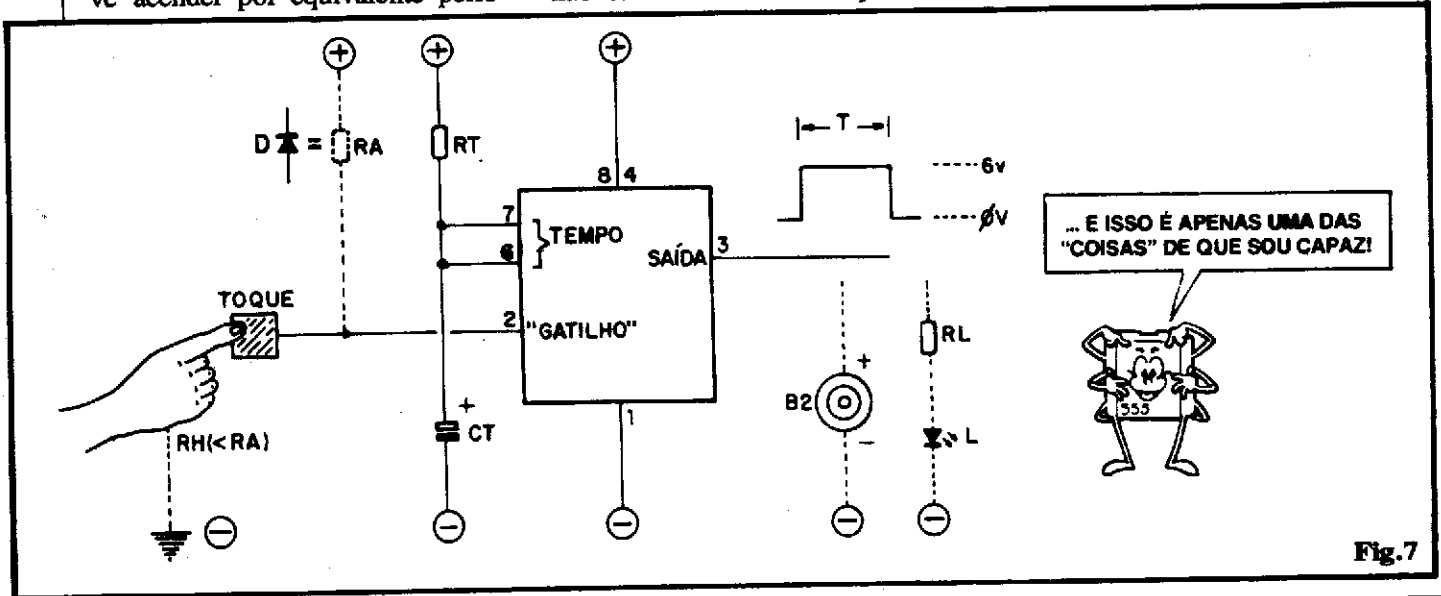

Fig. 7
- FIG. 7 - O circuito, como funciona (Antecipação Teórica) - No já estabelecido sistema de diagramar o circuito em blocos funcionais simplificados (quem acompanha a Seção PRÁTICA, já está acostumado...), vamos analisar tecnicamente o funcionamento do arranjo, aproveitando para fazer uma pequena "antecipação" das amplas possibilidades do versátil Integrado 555 (que merecerá, num futuro próximo, uma "Aula" só pra ele...!). O 555 é, basicamente, um bloco (formado internamente por uma "pá" de transístores...) inventado para trabalhar como temporizador de precisão, cujo disparo se dá pelo pino 2 ("gatilho"), pela momentânea "negativação" ou "abaixamento" da Tensão aplicada a tal controle (que deve, em "espera", permanecer "positivado"...). A saída do Integrado temporizador é recolhida no seu pino 3, que, normalmente (em stand by) mostra nível de Tensão baixo (próximo a "zero volt" ou sob o potencial do negativo da alimentação...), mas, quando "disparado", durante o tempo "T" fica "alto", mostrando praticamente o nível de Tensão do positivo da alimentação (no caso, 6V...). Em sua forma mais simples (como veremos no futuro, o 555 permite "um monte" de arranjos práticos funcionais, e não só como simples temporizador...), a determinação do período da temporização é feita por apenas um Resistor (RT) e um Capacitor (CT) externos, ligados aos pinos 6-7 do Integrado (respectivamente indo ao positivo e ao negativo das linhas de alimentação). No nosso caso, os valores de 1M e 4u7 determinam, com sua Constante de Tempo e mais a "curva" de funcionamento "interna" do próprio Integrado, um período "T" de aproximadamente 5 segundos...